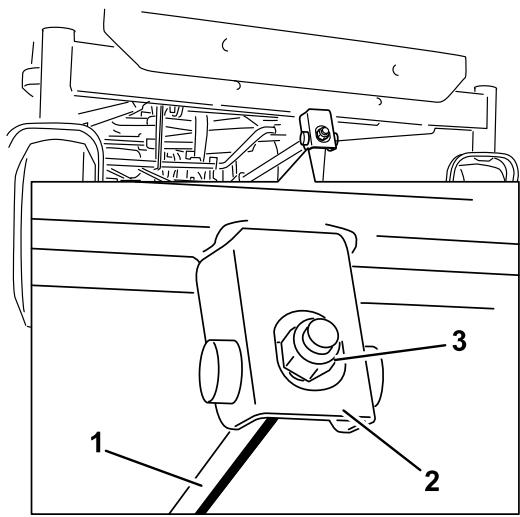

Figura 69
6. Para ajustar a inclinação da lâmina da frente para trás, rode a porca de ajuste na parte da frente do cortador (Figura 69).